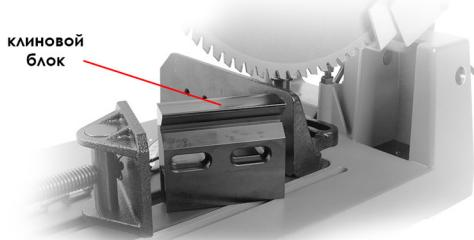

Рис.2
3. Для использования клинового блока просто привинтите его к регулируемой плате (Рис. 2).